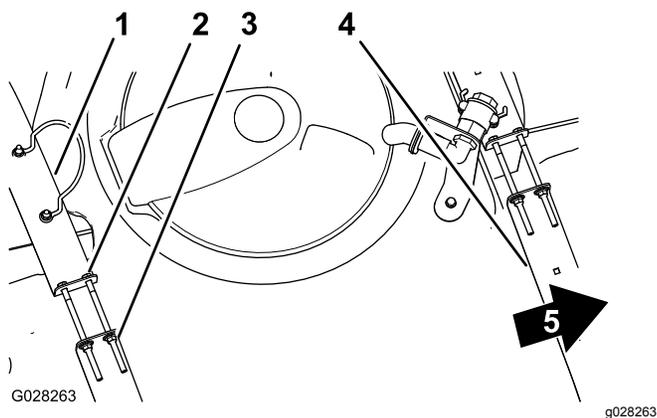

图17
2. 检查药缸箍带与药缸之间是否有任何活动图17。
3. 如果药缸箍带与药缸之间有松动应拧紧箍带顶部的凸缘锁紧螺母和螺栓直到箍带与药缸表面齐平图17。